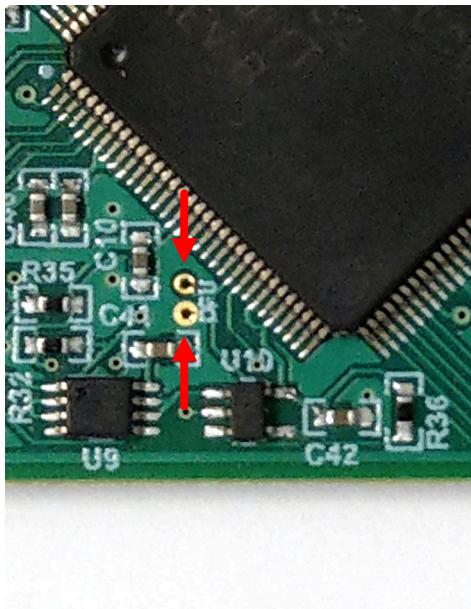

图 3-1. 用于手动进入 DFU 模式的测试点
- 使用一对镊子 (或导线) 短接标记为 *DFU* (如图 3-1 所示) 的两个测试点时, 按下并松开 *RESET* 按钮。